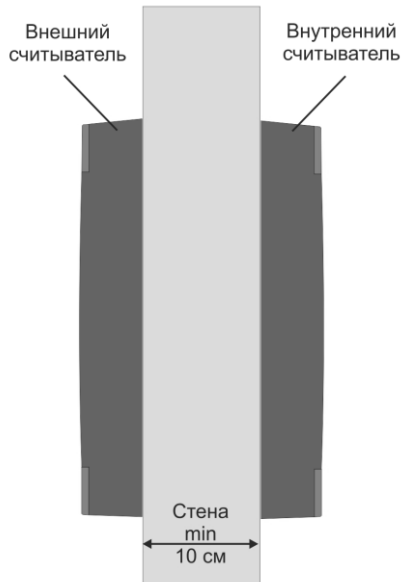

Рисунок 4. Крепление считывателей на одном уровне.
- При установке считывателей на одном горизонтальном и вертикальном уровне (рис. 4) толщина стены должна быть не менее 10 сантиметров.